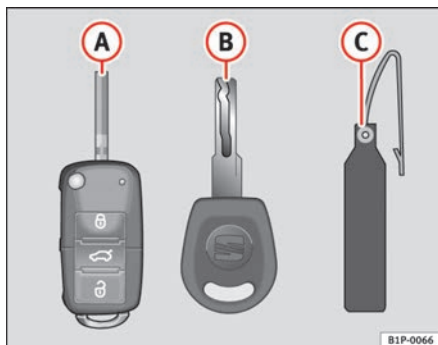

Abb. 54 Schlüsselsatz
- einen Funkschlüssel ⇒ Abb. 54 **A** mit ausklappbarem Schlüsselbart\*,
Nur anhand der Schlüsselnummer auf dem Kunststoffanhänger ⇒ Abb. 54 **B** können Schlüssel nachgemacht werden. Deshalb: